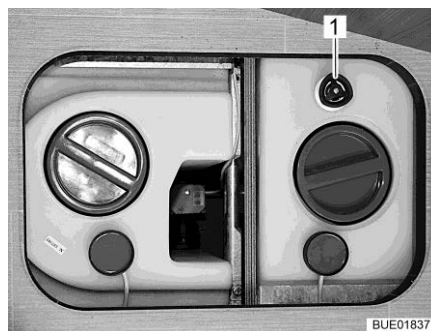

Fig. 195 Réservoir d'eau avec poignée tournante
- Faire tourner la poignée tournante (Fig. 195,1) du réservoir d'eau à fond dans le sens inverse des aiguilles d'une montre au-delà de la résistance pour ouvrir entièrement l'ouverture d'écoulement.